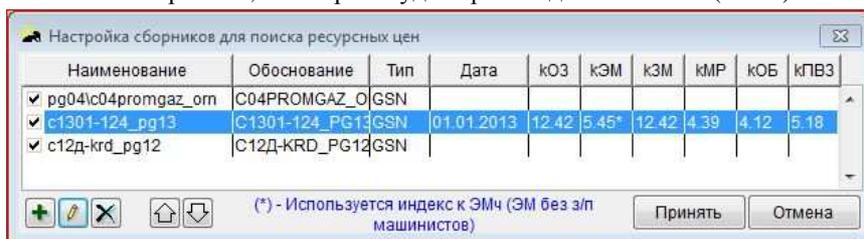

Рис. 1. Таблица сборников для поисков ресурсных цен
2. Перед использованием механизма поиска цен необходимо войти в режим настройки (Меню -Сервис - Параметры программы - Рес.смета) и в списке сборников для поиска ресурсных цен указать один или несколько сборников, в которых будет производиться поиск. (Рис.1):
На Рис.1 показан случай задания трех сборников для поиска. Для добавления новых сборников служит кнопка "Добавить в список" **+**, а для удаления из списка - кнопка "Убрать из списка" **X**. Для изменения взаимного положения сборников и, как следствие, приоритета их использования при поиске, служат кнопки со стрелками **↑** и **↓**. Слева предусмотрены флажки, позволяющие отключать отдельные сборники.
Для удобства, при переходе в режим поиска цен в строке над наименованиями ресурсов появляется ссылка для вызова таблицы сборников, а также выпадающее меню сборников для изменения приоритетов поиска: ССЦ: pg04lc04promgaz\_om, 01.0. При нажатии на ссылку ССЦ появляется таблица, показанная на Рис.1. Выпадающий список предназначен для просмотра набора сборников, в которых производится поиск. Если в этом списке выбрать определенный сборник, то он переместится на первое место в таблице и станет приоритетным.
- Включить или отключить применение индексов. Данные индексы позволяют скорректировать цены сборника для учета инфляции или территориальных особенностей. У индекса на эксплуатацию машин имеется выпадающее меню, позволяющее выбрать вариант цены эксплуатации машин: с учетом или без учета зарплаты машинистов. Выбранный вариант отображается в нижней части окна настройки сборников (Рис.1).